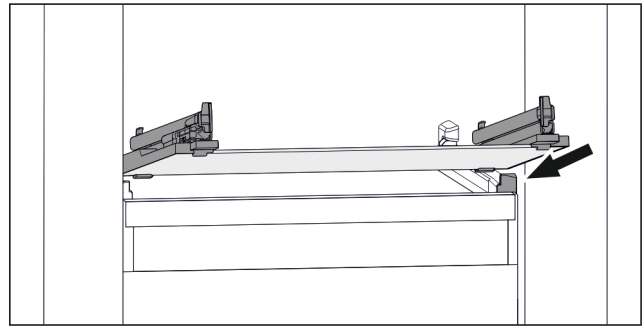

Fig. 154 Приблизне відображення скляної пластини
- ▶ Встановити скляну пластину за стопорами навкосою. (див. Fig. 154)